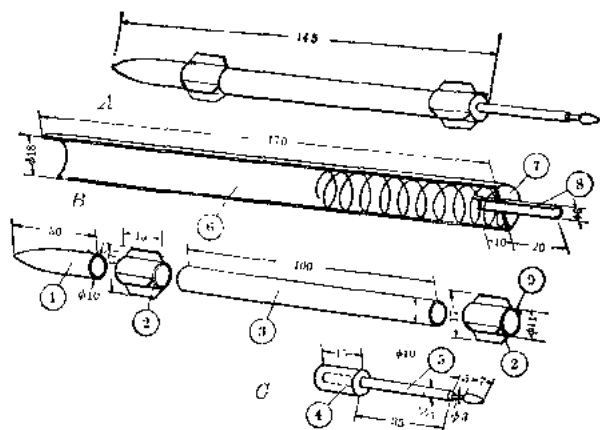

图 7-8
火箭炮筒和模型火箭的结构、尺寸见图 7-8。火箭炮筒⑥可用薄铁皮卷成长 170 毫米、直径 18 毫米的圆筒做成(图 7-8⑥)，它的底部焊着一片圆铁皮⑦，圆铁皮⑦中间的孔里焊着一根小圆筒⑧，小圆筒长 30 毫米、直径 6 毫米，焊的时候一定要注意让小圆筒与火箭炮筒相平行。火箭炮筒里塞进一个螺旋弹簧⑨，作为发射模型火箭的动力，这根弹簧钢丝的粗细